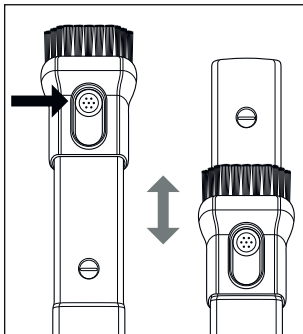

Fig. 3
- ◆ Para ajustar o bocal de aspiração 2-em-1 12 mantenha premido o botão no bocal de escova. Desloque o bocal de escova para a frente, se desejar utilizar o bocal de escova. Desloque o bocal de escova para trás, se desejar utilizar o bocal para frestas (ver fig. 3).